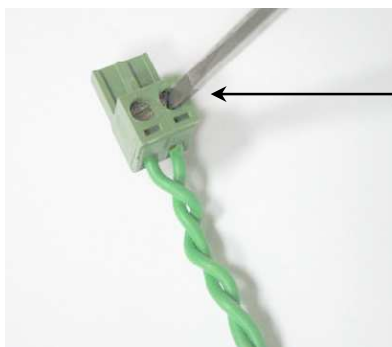

Bild 1.40
- Am Signalgeber angekommen schneiden Sie beide Drahtenden auf gleiche Länge zu, indem Sie überstehenden Draht entfernen. Entfernen Sie auch am zweiten Drahtende 5 mm der Isolierung. Stecken Sie dieses Ende rechts in den Anschlussstecker und drehen Sie es mit der Schraube im Stecker fest (wie in Bild 1.40).